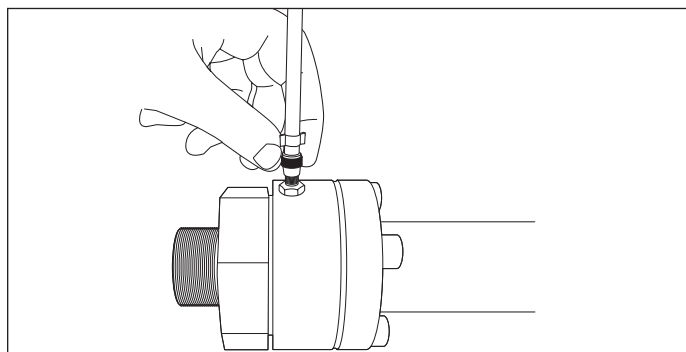

Figure 21-8
7. Fixez le tuyau du boîtier du capteur de carburant au raccord d'extrémité DoubleTrac® (Figure 21-8).